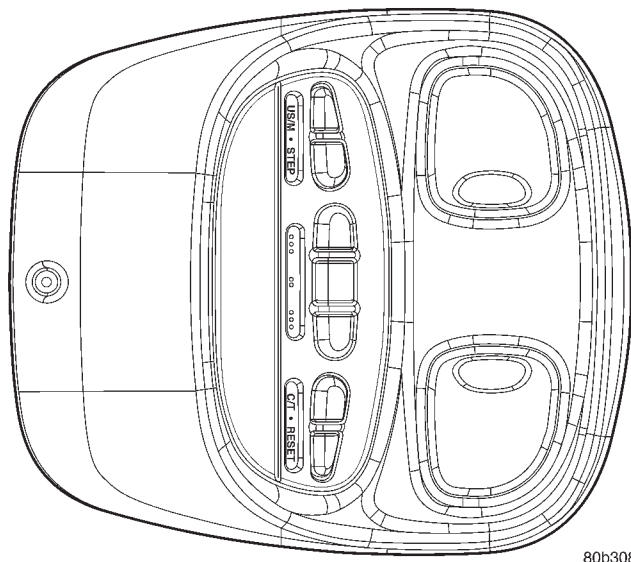

Abb. 2 Mini-Konsole mit Universal-Fernbedienung
(2) Mini-Konsole (Abb. 2) mit: